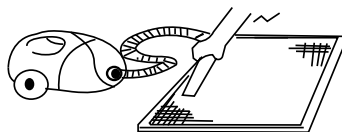

Рис. 1
- При чистке фильтра пылесосом держите его загрязненной поверхностью вверх (рис. 1).